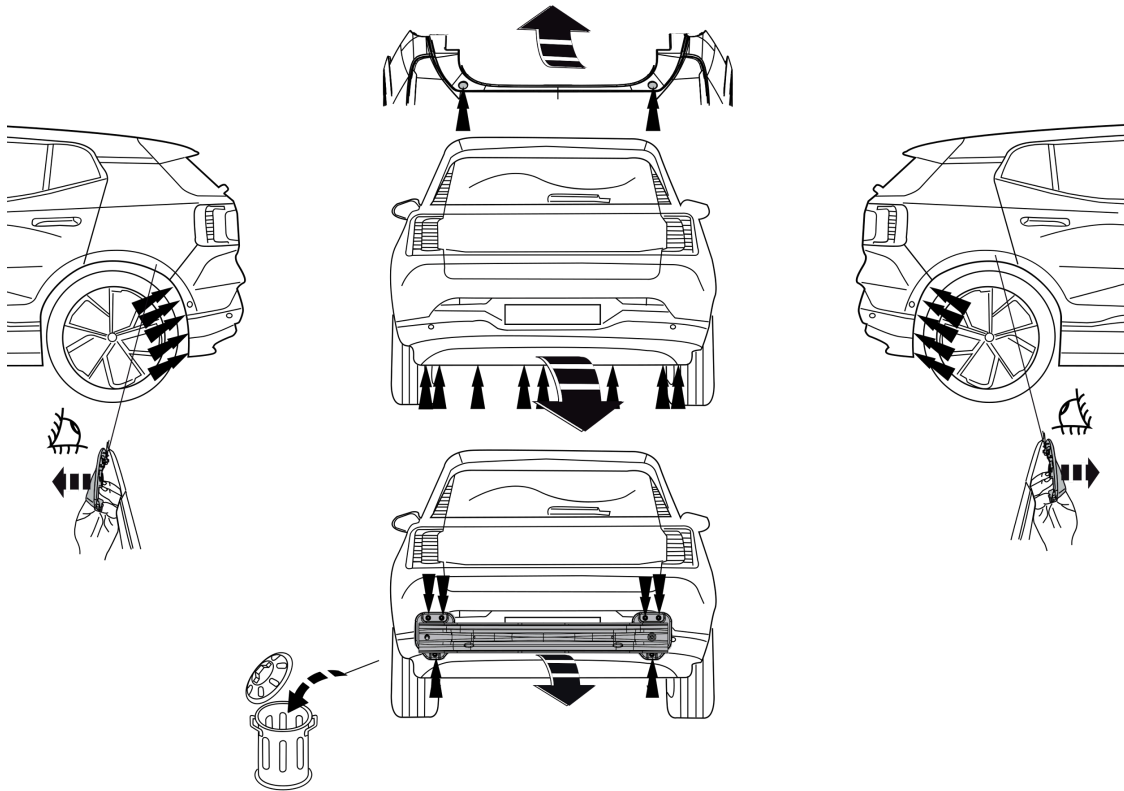

Fig. 1
1. Внимание! При необходимости: Снять оба блока задних фар.нСм. рисунок 1 & 2.
2. Снять бампер вместе, включая кронштейн бампера и буферным брусом автомобиля. Буферный брус больше не понадобится. См. рисунок 1 & 2.